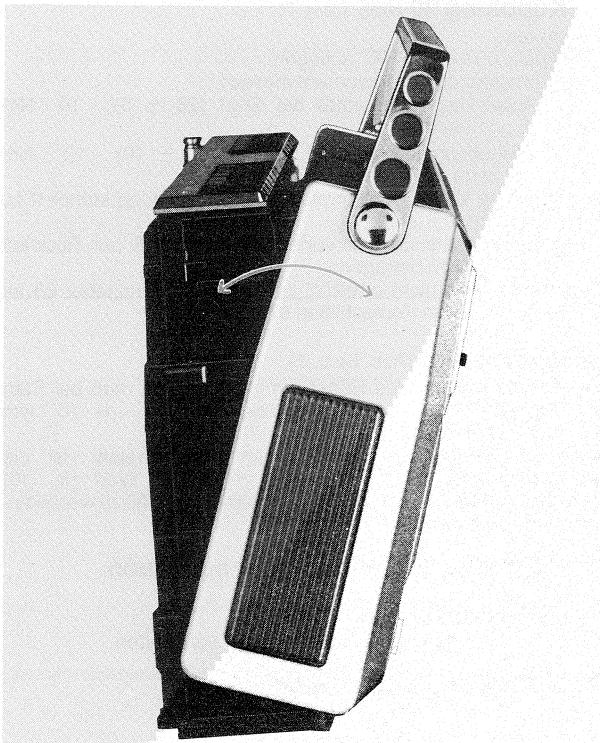

Abb. 2b Gehäuserahmen aus dem Gehäuse-Vorderteil ausbauen
- Beim Zusammenbau Gehäuse-Vorderteil **1** zuerst unten einhängen und dann nach oben zuklappen. (Abb. 2b)